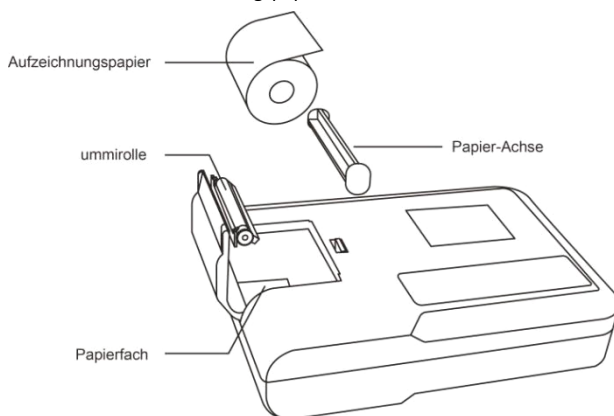

Abbildung 6-1 Auffüllen von Aufzeichnungspapier
1. Wie in Abbildung 6-1 dargestellt, drücken Sie auf die Abdeckung des Papierfachs, diese springt automatisch auf, nehmen Sie die Papierachse heraus und stecken Sie sie wie in der Abbildung gezeigt in das Aufzeichnungspapier ein. Die gerasterte Seite des Papiers sollte nach unten zeigen. Legen Sie es dann an der ordnungsgemäßen Position im Papierfach ein und drücken Sie die Gummivalze auf das Aufzeichnungspapier.